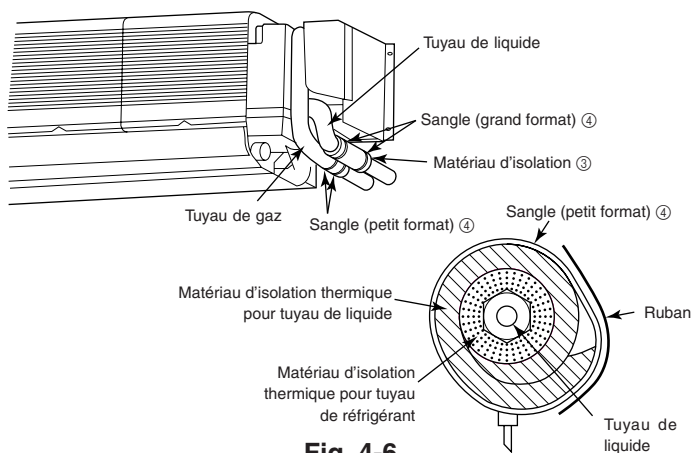

Fig. 4-6
4.4. Travaux pour l'installation des tuyaux de réfrigérant (Fig. 4-6)